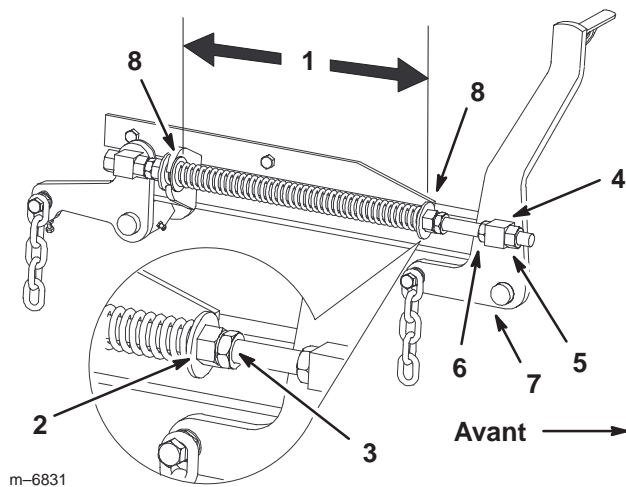

Figure 71
7. Desserrez d'environ 13 mm (1/2 pouce) les écrous de blocage à l'avant des pivots avant gauche et droit (Fig. 71).
8. Réglez les écrous de relevage sur les côtés gauche et droit de la machine de manière à abaisser l'avant de **6 à 10 mm (1/4 à 3/8 pouce) au point A par rapport au point B** à l'arrière (Fig. 71).
2. Vérifiez que les deux grandes rondelles sont bien espacées de 26,7 cm (10-1/2 pouces) (Fig. 71).
3. Réglez cette distance en desserrant l'écrou de blocage du ressort et en tournant l'écrou devant chaque ressort (Fig. 71). Tournez l'écrou dans le sens horaire pour raccourcir le ressort, et dans le sens inverse pour l'allonger.
4. Bloquez l'écrou en position en serrant l'écrou de blocage du ressort (Fig. 71).